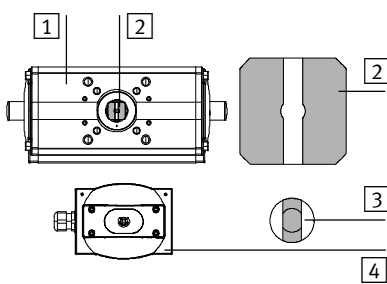

图 9
5. 借助适合的工具或联轴器校准传感器盒的轴，使其与联轴器及摆动驱动器的轴以所希望的方式相互交错卡住（参见图 9 示例）。